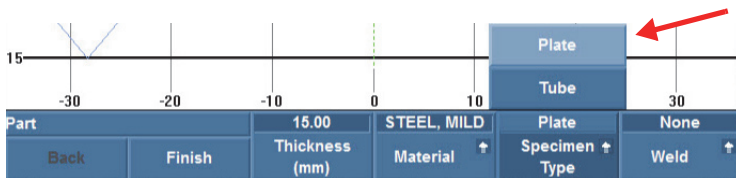

图 2-1 在样件类型栏中选择平板
- 选择**Specimen Type**（样件类型）参数栏中的**Plate**（平板）（参见第18页的图 2-1）。